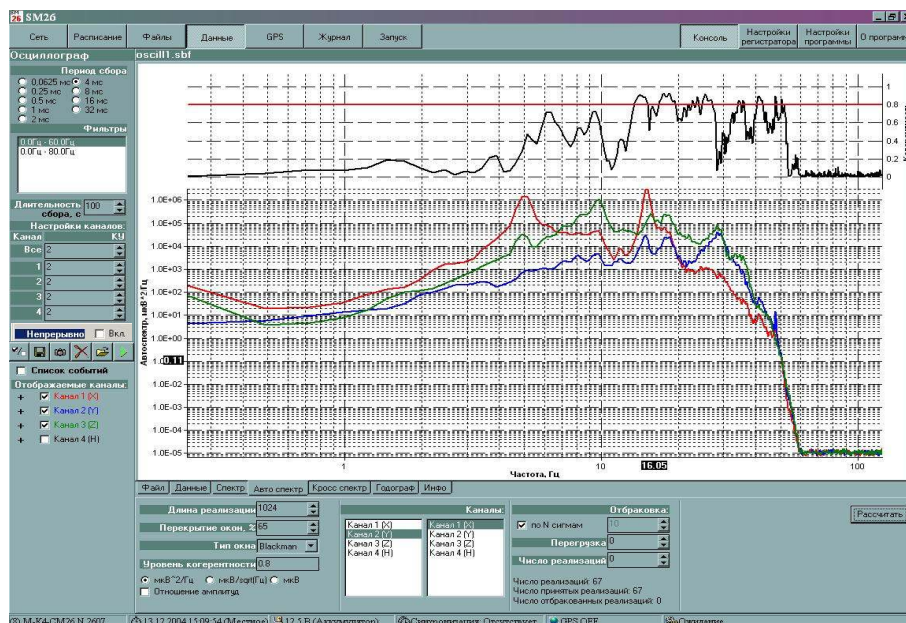

Рисунок 3.11- Вкладка «Данные-Автоспектр»
- вкладка **Данные - Автоспектр** (рисунок 3.11) выводит энергетические спектры по всему файлу и всем каналам, а также когерентности по выбранным парам каналов по всему файлу данных;